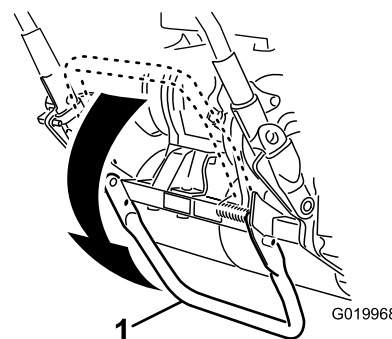

Figura 9
- Baje el caballete presionando con el pie **en el centro del caballete**, y tire hacia arriba del manillar de la máquina hasta que el caballete haya girado hacia delante, pasando el centro del arco (Figura 9).